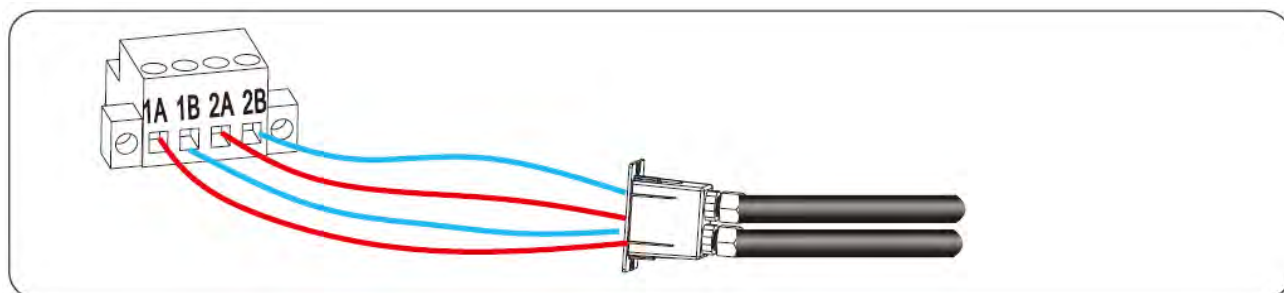

Figura 5.20 Collegamento della morsettiera RS485
**Fase 4** Collegare il segnale differenziale positivo e negativo RS485 del registratore dati ai morsetti 1A e 1B dell'inverter e collegare i morsetti 2A e 2B dell'inverter ai morsetti 1A e 1B di un altro inverter. Figura 5.20.